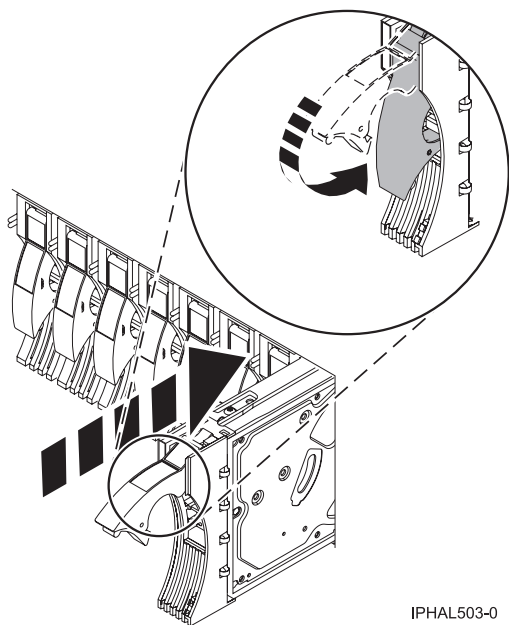

Figure 30. Installation d'une unité de disque sur un modèle or 11D/20
6. Poussez complètement la poignée de l'unité de disque (voir figure 30).